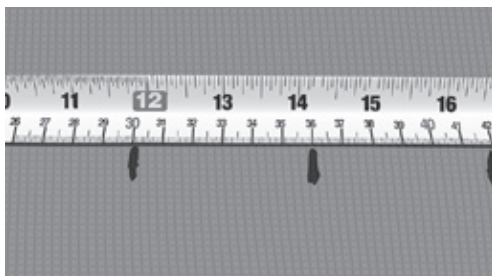

Fig. 5. Merk C-C-avstanden på gulvet
8. Merk den beregnede C-C-avstanden på gulvflaten (fig. 5).